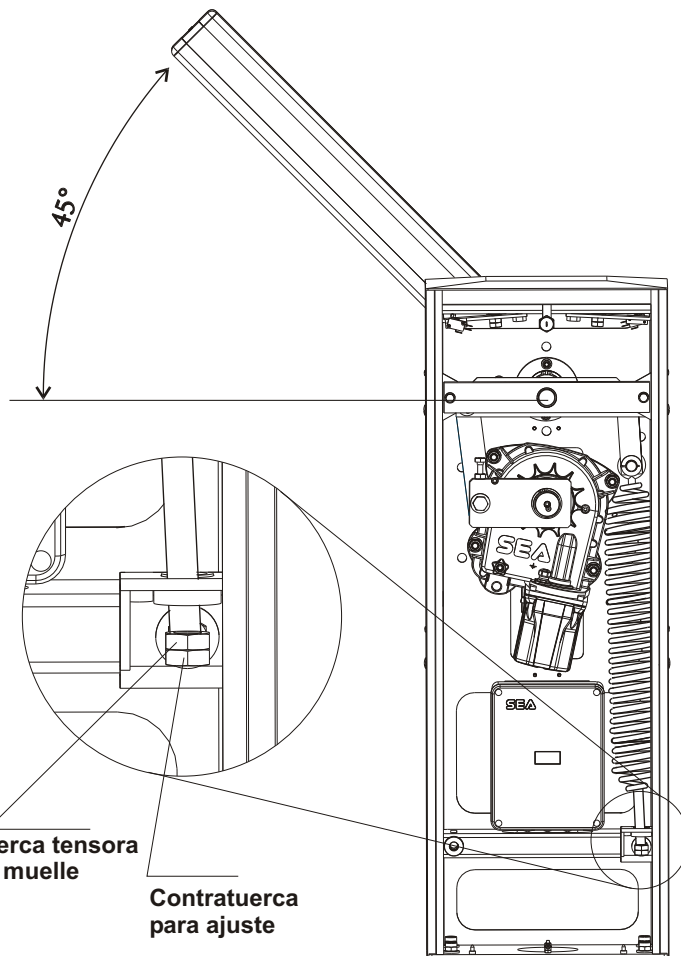

Fig. 13
-Posicionar el mástil a 45° y efectuar el equilibrado con los dados de Fig.13.
- Destornillar o atornillar la tuerca tensora de muelle hasta que el muelle alcanza el punto de equilibrio con el mástil inclinado a 45° (Fig. 13).